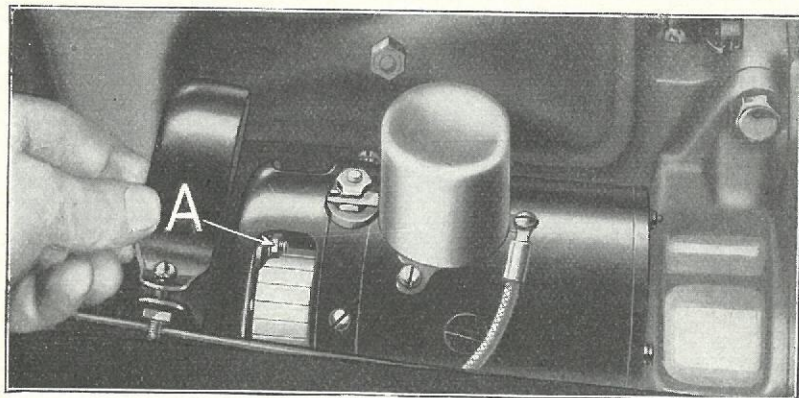

Fig. 484
- Løs den tredje Børstes Møtrik (Fig. 484-A) og vrid Børsten saa langt til venstre som muligt, d. v. s. mod Maskinen.